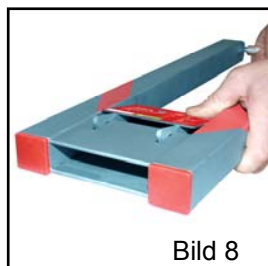

Bild 8
e) Das Handkraftmessgerät **SpannControl** von der Spannratsche abnehmen. Auf die Entriegelungsklappe (3) drücken, dadurch wird diese in Kippstellung gebracht. Die Greifarme (8) geben den Spannratschenhandgriff frei (Bild 8). Danach die Spannratsche wie gewohnt schließen.